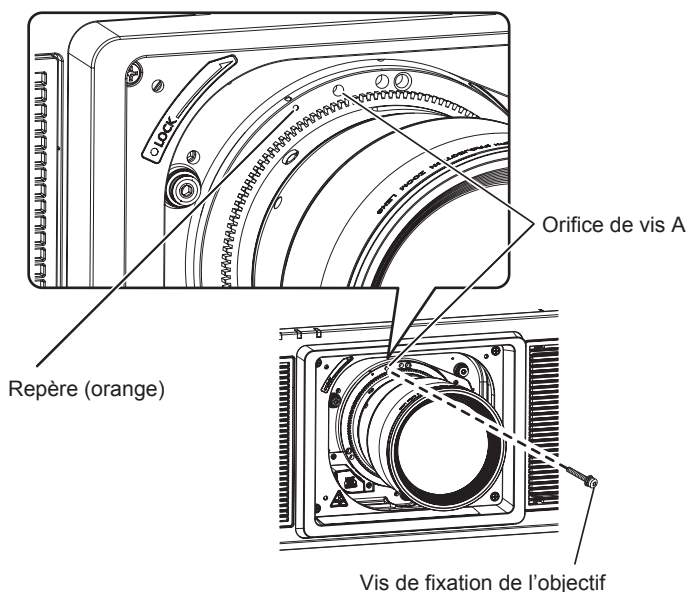

Fig. 4
**4) Verrouillez l'objectif de projection avec la vis de fixation de l'objectif fournie. (Fig. 4)**